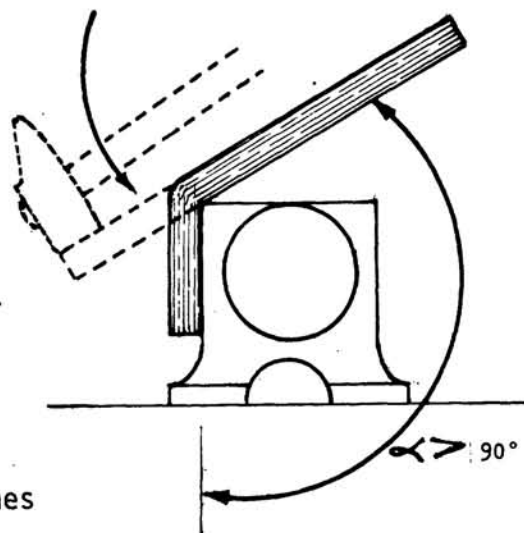

Fig. 3
- ___ a Apoye el material contra un canto del yunque y golpee sobre el extremo libre hasta obtener aproximadamente el ángulo deseado (fig. 3).